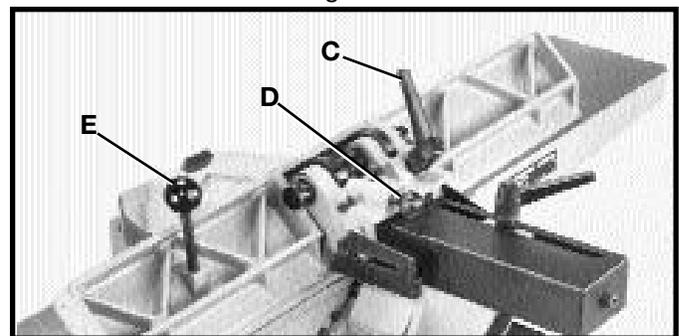

Fig. 49
2. Para inclinar la guía hacia la derecha o la izquierda, afloje la agarradera de cierre (C) Fig. 49, extrayendo y girando el émbolo (D) para soltar el tope positivo. Se proporciona una palanca de inclinación (E) en el dorso de la guía para ayudar a inclinar la guía. **AVISO:** La agarradera de cierre (C) está accionada por resorte y puede ser reorientada extrayendo la palanca y colocándola nuevamente sobre la tuerca dentada situada debajo del cubo de la agarradera.
3. Incline la guía al ángulo deseado, hacia adentro o afuera, y apriete la agarradera de cierre (C) Fig. 49. **IMPORTANTE:** Durante el corte de biselado, si el ángulo es pequeño, importa poco si la guía está inclinada hacia adentro o afuera.
No obstante, en aquellos ángulos cerca de los 45 grados, puede hacerse dificultoso sujetar el material de manera segura contra la guía si está inclinada hacia afuera. En estos casos, recomendamos que la guía se incline hacia la mesa, como lo ilustra la Fig. 49. La guía hará una forma en “V” con las mesas, y el trabajo puede ser oprimido fácilmente dentro del bolsillo mientras que pasa sobre las cuchillas.